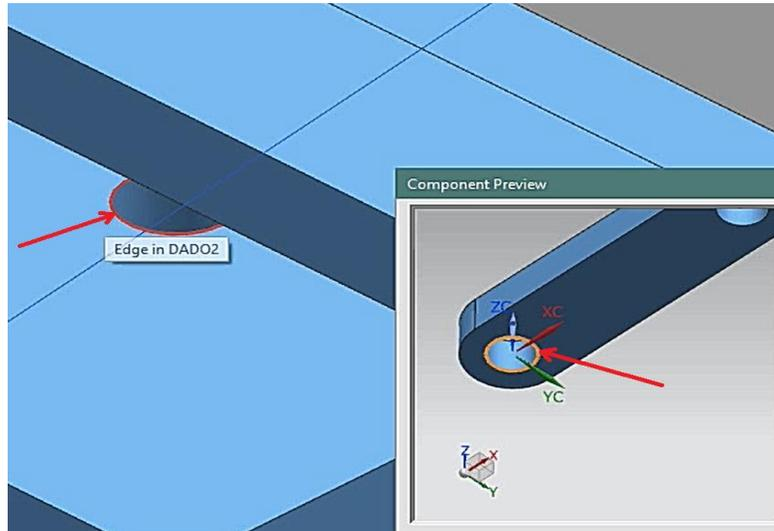

Figura 1.32 Circunferencia superior de **dado2.prt** y circunferencia inferior de **biela2a.prt**.
- Elegir el tipo de restricción **Concentric**. Seleccionando la circunferencia inferior de **biela2a.prt** y la circunferencia superior del **dado2.prt** (Figura 1.32).